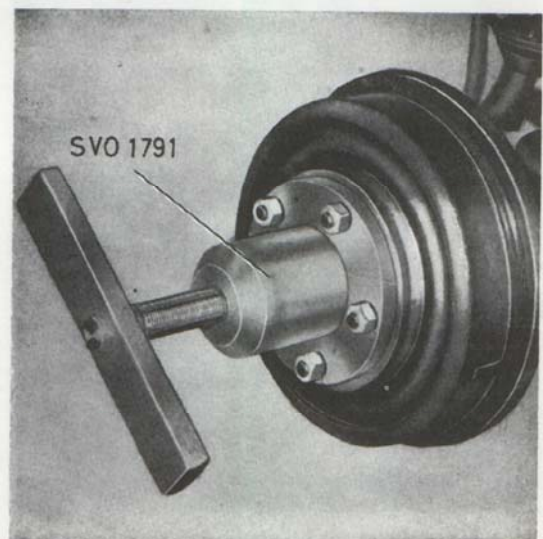

Bild 1. Demont. av hjulnav.
1. Tag bort hjulet och drag av hjulnavet, bild 1. Använd avdragare SVO 1791. Tag bort bromsskölden efter att ha placerat en träklots under bromspedalen och lossat bromsledningen från skölden.
1. Tag bort hjulet och drag av hjulnavet, bild 1. Använd avdragare SVO 1791. Tag bort bromsskölden, efter att ha placerat en träklots under bromspedalen och lossat bromsledningen från skölden.
2. Lyft av bakhjulen och skruva av bakaxelmutterarna (2).
3. Drag av bakhjulsnaven (6) med trummor. Använd avdragare SVO 1791, bild 1. (Handbromsen lossad, ev. nedjustering av bromsbackarna.)
5. Skruva bort de fyra skruvarna (46) för bromssköldarna och tag bort dessa. Se till att inga justermellanlägg (47) tappas eller skadas.